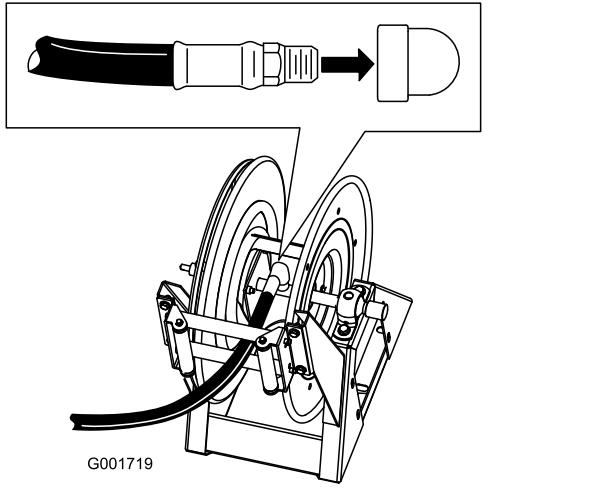

Figura 23
1. Aplique fita de Teflon® em torno das rosas da união na tubagem longa, e instale união no tubo de ligação do cilindro (Figura 23).